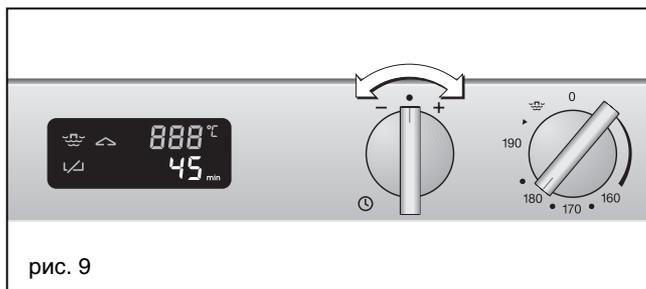

рис. 9
Для того, чтобы выставить желаемое время, поверните ручку „Будильник“ влево или вправо (рис. 9). Время регулируется в интервале между 1 минутой (01) и 90 минутами (90). Установленное время индицируется на дисплее. Поверните ручку управления влево – на дисплее появится 90.